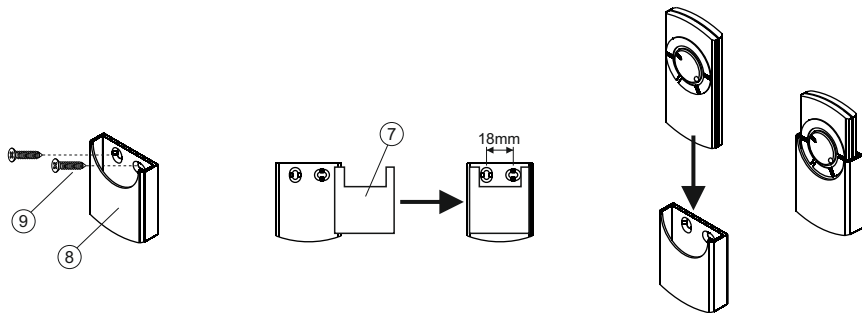

Fig 1
- Fix the support bracket (8) (fig.1) using the screws (9) supplied or a double-sided tape (7).
- Die Halterung (8) (Abb.1) mit den mitgelieferten Schrauben (9) oder mit dem Klebepad (7) befestigen.